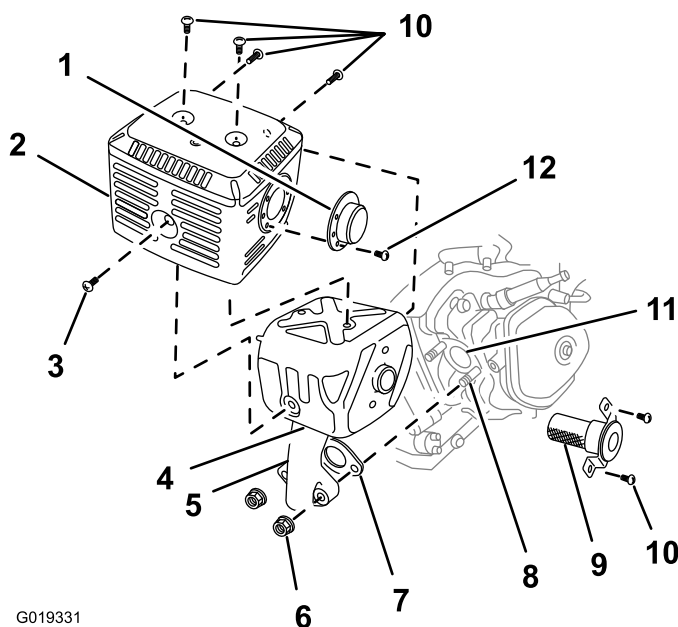

Figura 39
2. Retire las 2 tuercas (8 mm), y retire el silenciador del cilindro (Figura 39).
3. Retire los 3 tornillos (4 mm) del deflector del escape, y retire el deflector (Figura 39).
4. Retire los tornillos (5 mm y 6 mm) del protector del silenciador y retire el protector del silenciador (Figura 39).
5. Retire el tornillo (4 mm) del parachispas, y retire el parachispas del silenciador (Figura 39).